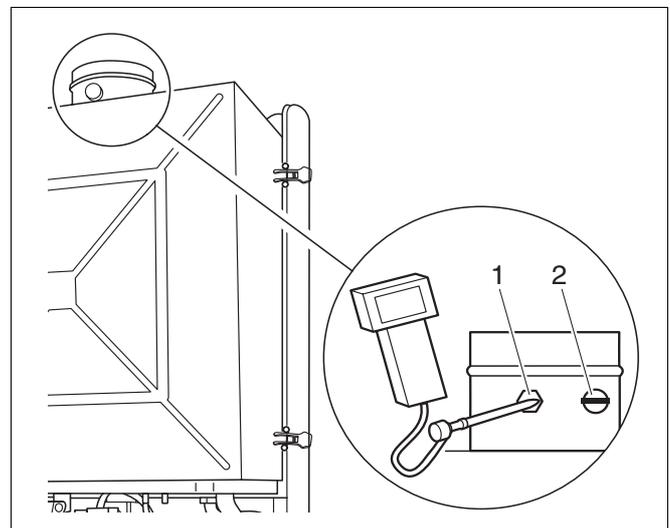

Fig. 27 Points de mesure sur le tuyau d'évacuation de gaz de fumées
- Dévisser les vis de fermeture (fig. 27) de l'élément de raccordement au système d'évacuation de l'air de combustion et des gaz de fumées et les revisser après la réalisation du mesurage.
Légende pour fig. 27: Points de mesure sur le tuyau d'évacuation de gaz de fumées